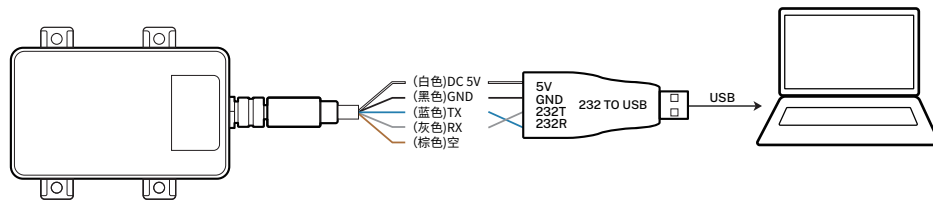

图 3. L4s/L4s-Filled 接 USB 转 232 接线图 (棕色线不接)
1. 按照图 3 所示，白色的线接 232 转 USB 转换器的 5V 直流电源，黑色的线接转换器的 GND；